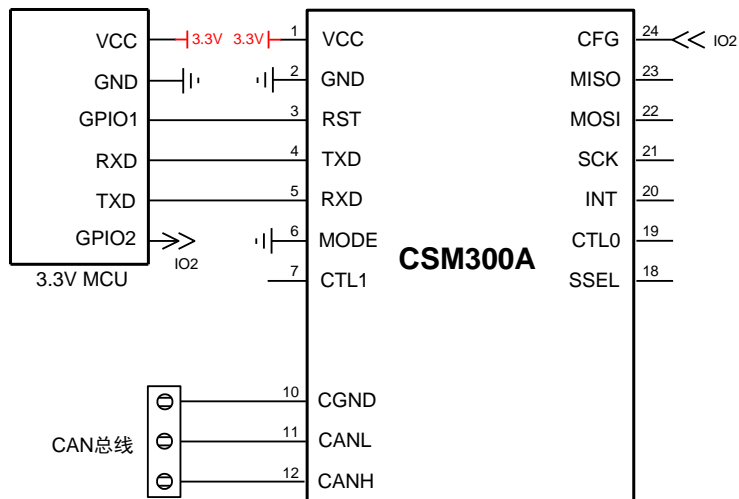
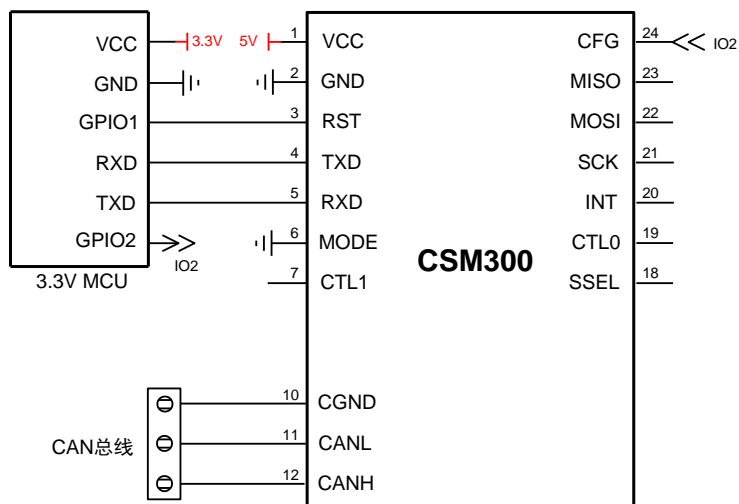

图 2.5 UART 转 CAN 参考电路 (CSM300A)
图 2.6 UART 转 CAN 参考电路 (CSM300)
使用 UART 转 CAN 功能时,需要将 MODE 引脚接至低电平。MCU 的 UART 与 CSM300(A) 的 UART 接口连接,同时一个 GPIO 与 RST 引脚连接。若需要通过 MCU 对 CSM300(A) 进行配置,则需要额外 GPIO 的与 CFG 引脚连接。图 2.5、图 2.6 分别是 CSM300A、CSM300 的参考电路。